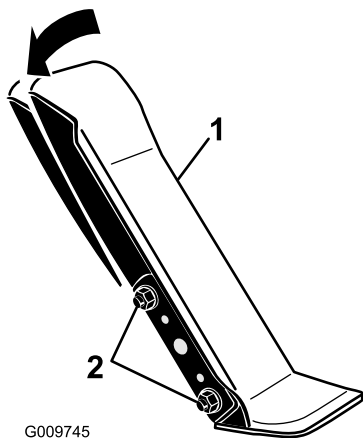

Figura 83
1. Allentare i 2 dadi e bulloni che fissano il lato sinistro del pedale di trazione alla staffa (Figura 83).
2. Inclinate il pedale nell'angolazione desiderata e stringete i dadi (Figura 83).